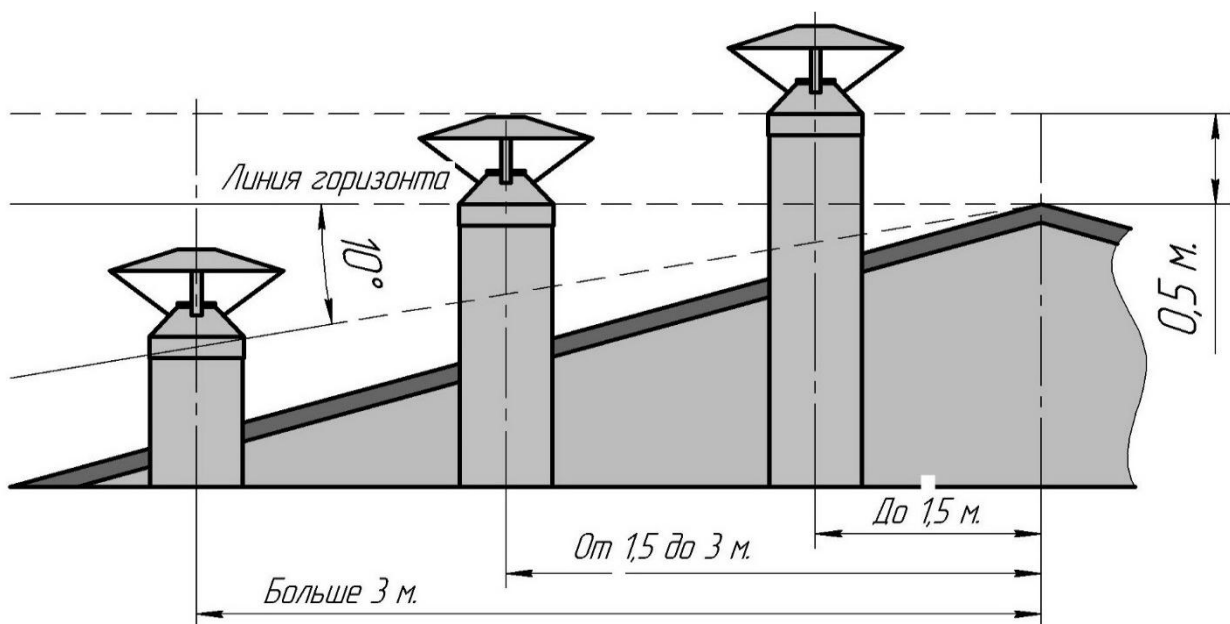

Рисунок 4: Высота дымоходной трубы
- не ниже линии, проведенной от конька под углом  $10^\circ$  к горизонту, при расположении дымовой трубы от конька на расстоянии более 3 м. (рисунок 4).